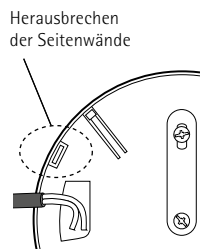

Abb. 14a
3. Wenn Sie die Verkabelung entlang der Oberfläche verlegen, brechen Sie einfach die beiden Aussparungen heraus (siehe Abbildung 14a).